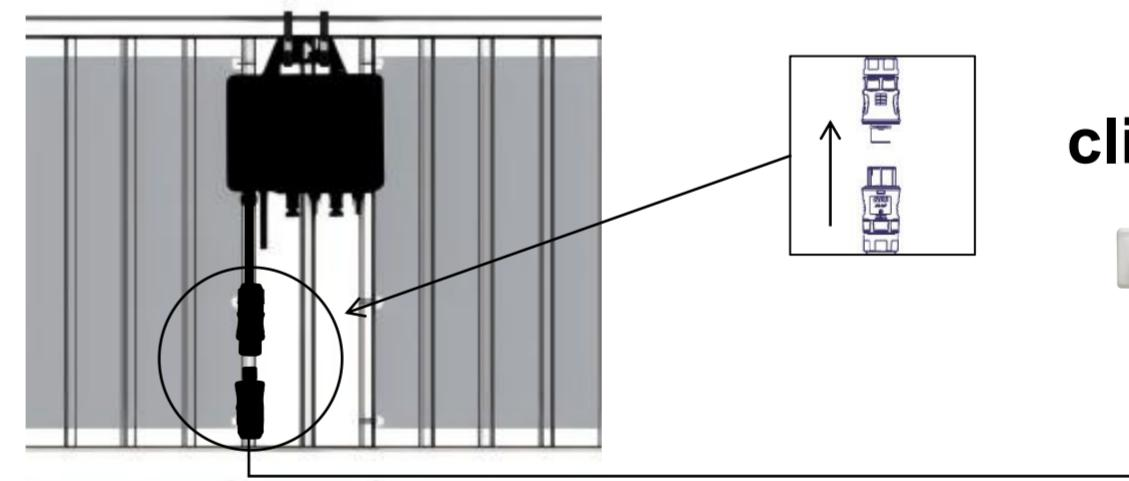

Figure 1
- Pour éviter une consommation d'énergie supplémentaire due à l'alimentation nocturne de la machine, le micro-onduleur tire son énergie du panneau au lieu du réseau électrique. Si les panneaux flexibles connectés en série reçoivent suffisamment de lumière solaire, la LED de la machine dans le coin inférieur gauche clignotera en rouge après que les lignes DC aient été branchées à la machine (Figure 1). Si la LED ne clignote pas, il se peut que la lumière du soleil sur les panneaux ne soit pas suffisante. Dans ce cas, essayez de déplacer les panneaux flexibles vers un autre endroit avec plus de lumière solaire.